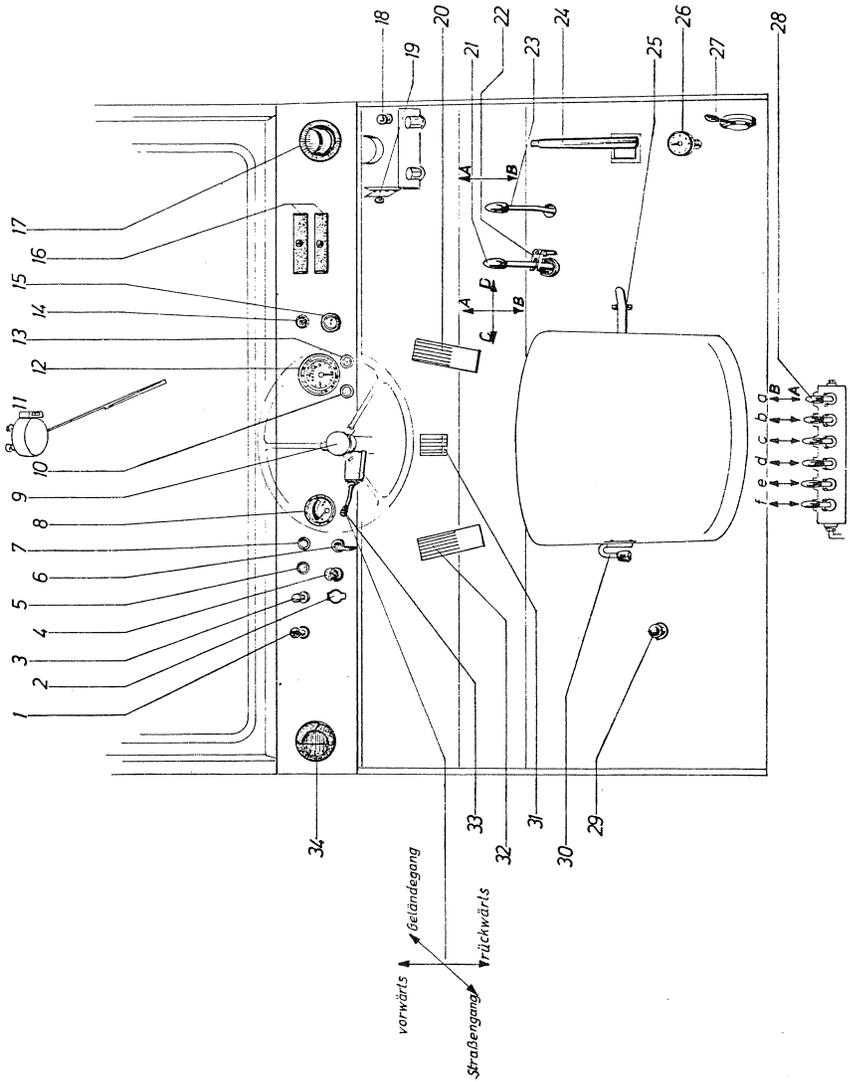

Bild 8
Alle Bewegungen des Schaufelarmes und der Schaufel werden vom Fahrersitz aus über einen Handhebel (Bild 8/21) gesteuert. Der Handhebel ist über ein Gestänge mit dem Steuerventil direkt verbunden und ermöglicht so eine Stufenlose Steuerbarkeit von sehr langsam bis volle Geschwindigkeit.
3. Schaufelarm bis zur Auflage auf die Absteckbolzen absenken, Schaufel voll ankippen und die Arretierung für Bedienhebel (Bild 8/22) im Fahrerstand einlegen.
Armaturenbrett und im Fahrerstand (Bild 8)
Handhebel (Bild 8/21) in Richtung A - Schaufelarm senken
Handhebel (Bild 8/21) in Richtung B - Schaufelarm heben
Handhebel (Bild 8/21) in Richtung C - Schaufel ankippen
Handhebel (Bild 8/21) in Richtung D - Schaufel auskippen
Handhebel (Bild 8/23) in Richtung A - Schaufel öffnen
Handhebel (Bild 8/23) in Richtung B - Schaufel schließen
Handhebel (Bild 8/21) in Richtung C - Zinken kippen
Handhebel (Bild 8/21) in Richtung D - Zinken ankippen
Handhebel (Bild 8/21) in Richtung C - Hubgerüst kippen
Handhebel (Bild 8/21) in Richtung D - Hubgerüst ankippen
Handhebel (Bild 8/23) in Richtung A - Zinken senken
Handhebel (Bild 8/23) in Richtung B - Zinken heben
Handhebel "a" (Bild 8/28) in Richtung A - linke Stütze ausfahren } vom
Handhebel "a" (Bild 8/28) in Richtung B - linke Stütze hochziehen } Fahrersitz
Handhebel "b" (Bild 8/28) in Richtung A - Löffel auskippen } gesehen
Handhebel "b" (Bild 8/28) in Richtung B - Löffel anziehen
Handhebel "c" (Bild 8/28) in Richtung A - Ausleger rechts schwenken } vom
Handhebel "c" (Bild 8/28) in Richtung B - Ausleger links schwenken } Fahrers.
Handhebel "d" (Bild 8/28) in Richtung A - Löffelstiel ausladen } gesehen
Handhebel "d" (Bild 8/28) in Richtung B - Löffelstiel anziehen
Handhebel "e" (Bild 8/28) in Richtung A - Ausleger ausladen
Handhebel "e" (Bild 8/28) in Richtung B - Ausleger anziehen
Handhebel "f" (Bild 8/28) in Richtung A - rechte Stütze ausfahren } vom
Handhebel "f" (Bild 8/28) in Richtung B - rechte Stütze hochziehen } Fahrersitz
Wird der Knicklader bei Arbeiten mit einem Anbaugerät nicht ständig verfahren, so ist während des Arbeitens die Feststellbremse (Bild 8/24) anzuziehen.
- (1) Handhebel für Feststellbremse (Bild 8/24) anziehen.
- (2) Lenkstockschalter (Bild 8/33) in "O"-Stellung bringen.